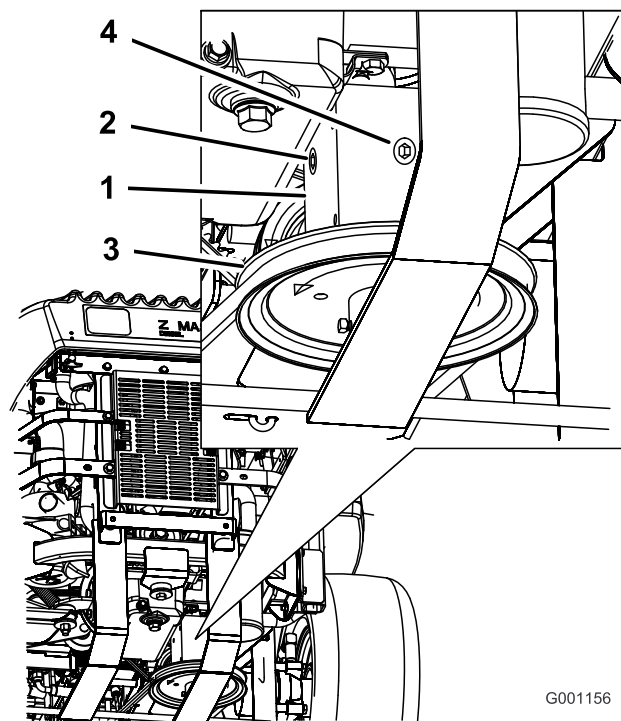

Figura 51
4. Retire el tapón lateral o trasero de la caja de engranajes. (Figura 51).